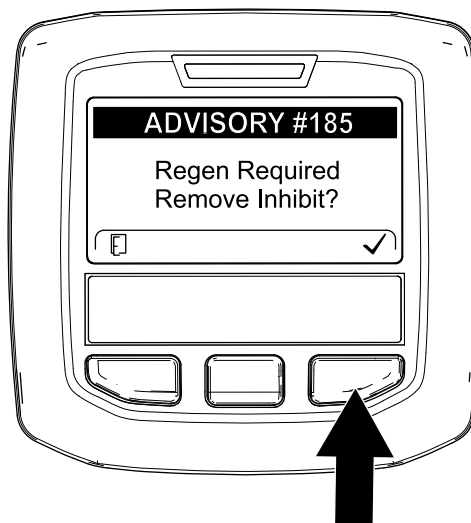

Figura 46
**Notă:** Dacă opțiunea INHIBIT REGEN (Inhibare regenerare) este setată la PORNIRE, InfoCenter afișează ADVISORY #185 (recomandarea nr. 185) (Figura 46). Apăsați butonul 3 pentru a modifica setarea de inhibare a regenerării la OPRIRE și pentru a continua cu regenerarea de resetare.